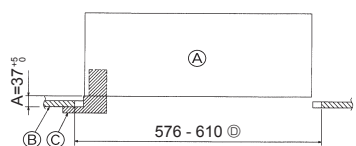
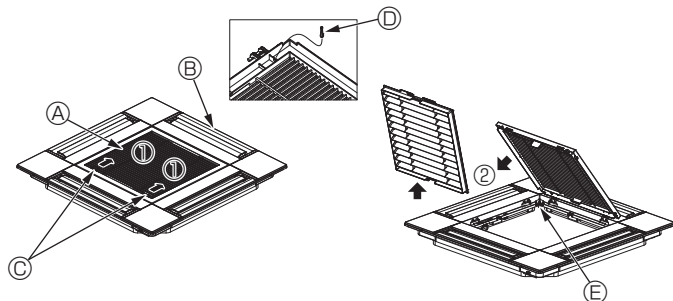
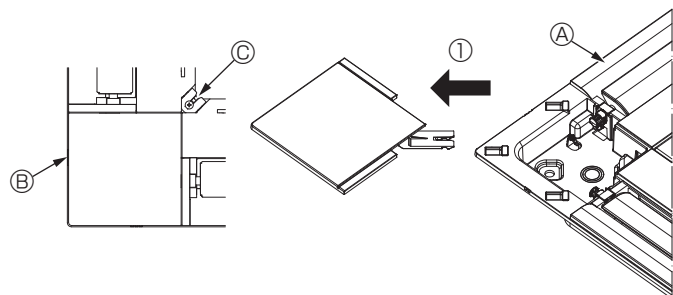

Fig. 5-2
Fig. 5-3
Fig. 5-4
②	Skrue med spændskive	4	M5 × 0,8 × 28 (mm)
③	Måleanordning	1
④	Tilslutningsledning til signalmodtager	1	Medfølger hvis udstyret med signalmodtager.
⑤	Tilslutningsledning til i-See-sensor	1	Medfølger hvis udstyret med i-See-sensor.
⑥	Beslag	2	Medfølger hvis udstyret med signalmodtager.
⑦	Beslag	2	Medfølger hvis udstyret med i-See-sensor.
⑧	Trådløs fjernbetjening	1	Medfølger hvis udstyret med trådløs fjernbetjening.
⑨	Holder til fjernbetjening	1	Medfølger hvis udstyret med trådløs fjernbetjening.
⑩	LR6 AA-batterier	2	Medfølger hvis udstyret med trådløs fjernbetjening.
⑪	3,5 × 16 pladeskruer	2	Medfølger hvis udstyret med trådløs fjernbetjening.
5.2. Forberedelse af gittermontering (Fig. 5-2)
- ① Hovedenhed
- ② Loft
- ③ Måleanordning (tilbehør)
- ④ Loftsåbningens dimensioner
5.2.1. Afmontering af indtagsgitteret (Fig. 5-3)
- Skub håndtagene i retningen angivet af pilen ① for at åbne indtagsgitteret.
- Med indtagsgitteret i "åben" position fjernes indtagsgitterets hængsel fra gitteret som vist med pilen ②.
- ① Indtagsgitter
- ② Gitterets krog
- ③ Gitter
- ④ Hul til gitterets krog
- ⑤ Greb på indtagsgitter
5.2.2. Afmontering af hjørnepanelet (Fig. 5-4)
- Fjern skruen fra hjørnepanelets hjørne. Skub hjørnepanelet som vist med pilen ① for at fjerne det.
- ① Gitter
- ② Hjørnepanel
- ③ Skruer